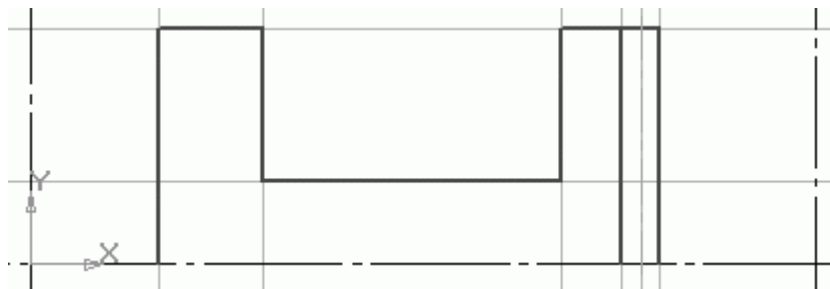

Рис. 2.83. Начало построения контура зубчатого колеса
6. Нажмите кнопку Непрерывный ввод объектов на панели инструментов Геометрия, перейдите в режим ввода отрезка и постройте контур зубчатого колеса, привязываясь к точкам пересечения вспомогательных прямых (рис. 2.83). Линию зацепления обозначьте осевой по двум точкам (кнопка Осевая линия по двум точкам на панели инструментов Обозначения).